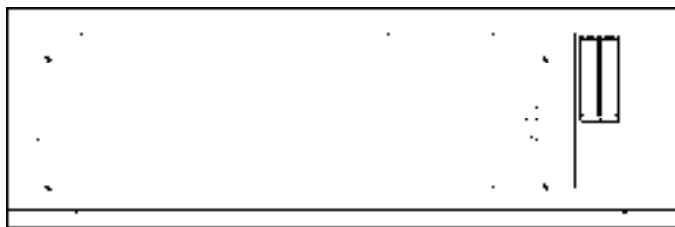

图 13-213 移动复制
2) 修改剖面窗参数。调用“复制”命令, 将右边的剖面窗移动复制至左边, 结果如图 13-213 所示。